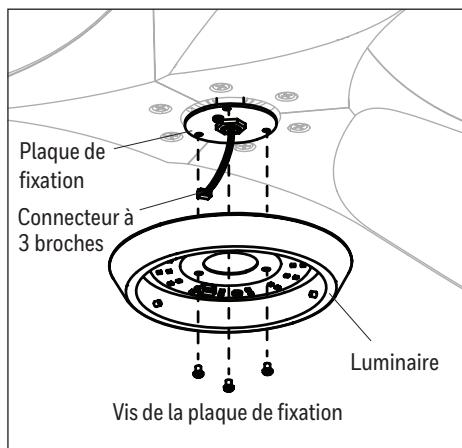

Figure 5.4
4. Retirez les trois vis de plaque de fixation préassemblées à la plaque de fixation. Raccordez ensuite le connecteur à 3 broches du ventilateur au connecteur à 3 broches de luminaire. Fixez de luminaire à l'aide de la vis de plaque de fixation (Figure 5.4).